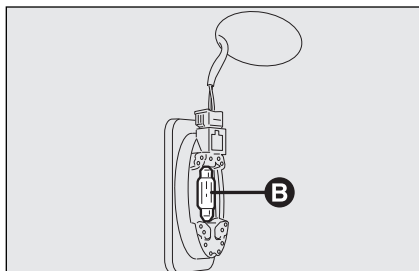

fig. 43
- maak de lamp **B-fig. 43** los uit de veercontacten aan de zijkant en vervang de lamp; controleer of de nieuwe lamp goed vastzit in de veercontacten;